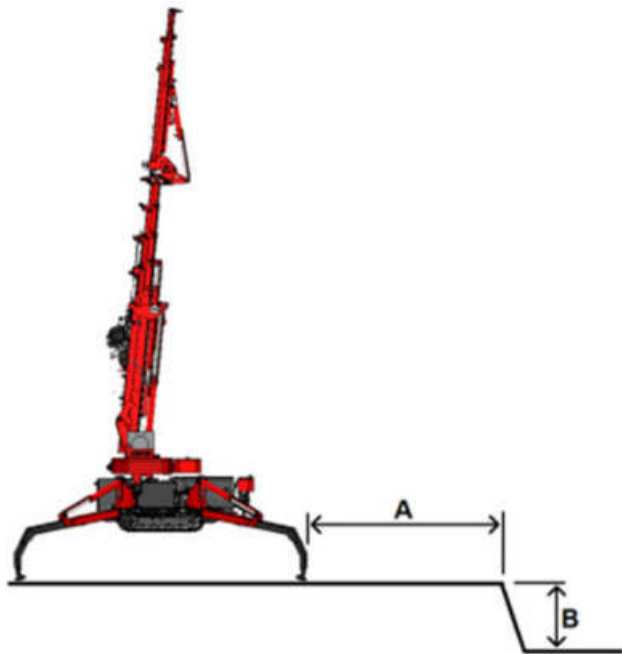

Abbildung 4.5 Position in der Nähe eines Hanges.
2. Wenn sich der Kran in der Nähe eines Grabens oder eines Hanges steht, sorgen Sie dafür, dass der Abstand zwischen der Stütze und dem Rand (A) mindestens doppelt so groß ist wie die Tiefe des Grabens (B), (siehe *Abbildung 4.5*).